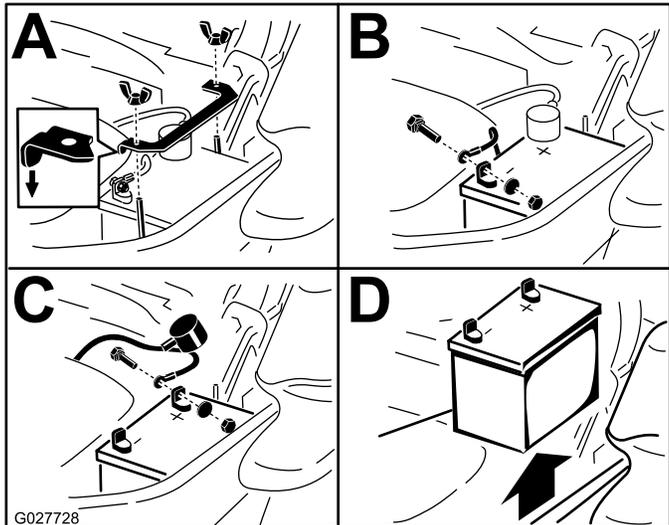

Figure 61
- Débranchez le câble négatif (noir) de la batterie de la borne négative (-) de la batterie (Figure 61).
- Enlevez le capuchon rouge de la borne positive (+) de la batterie et débranchez le câble positif (rouge) (Figure 61).
- Retirez l'écrou à oreilles qui fixe la barrette de maintien de la batterie (Figure 61).
- Déposez la barrette de maintien (Figure 61).
- Retirez la batterie (Figure 61).
- Placez la batterie dans son support en tournant les bornes à l'opposé du réservoir hydraulique (Figure 61).
- Fixez les câbles avec 2 boulons, 2 rondelles et 2 contre-écrous (Figure 61).
- Reposez la barrette de maintien et fixez-la avec l'écrou à oreilles (Figure 61).